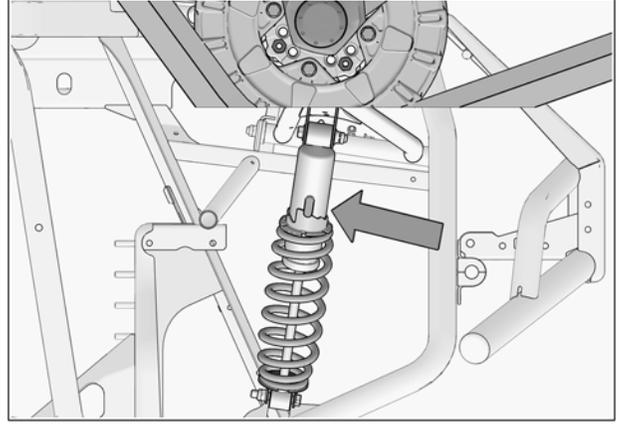

Fig. 29
1. Vérifier l'ajustement de la suspension; si les amortisseurs sont réglables, ils doivent être réglés au niveau le plus ferme pour permettre un maximum de dégagement entre les systèmes et les ailes du véhicule. Voir la Fig. 29
ATTENTION: Soyez vigilant lors du basculement de la boîte de chargement lorsque le véhicule est équipé d'un système de chenille; l'amplitude est limitée, il y a un risque d'interférence entre le panneau et les chenilles arrière. Voir Fig. 29.